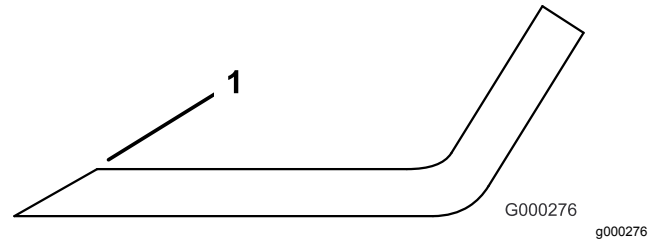

**Figure 77**
2. Examinez attentivement les tranchants de la lame, particulièrement au point de rencontre des parties plane et relevée (Figure 77).
**Remarque:** Le sable et les matières abrasives peuvent éroder le métal à cet endroit, c'est pourquoi il est important de contrôler l'état de la lame avant d'utiliser la tondeuse. Remplacez la lame si elle vous semble usée (Figure 77).